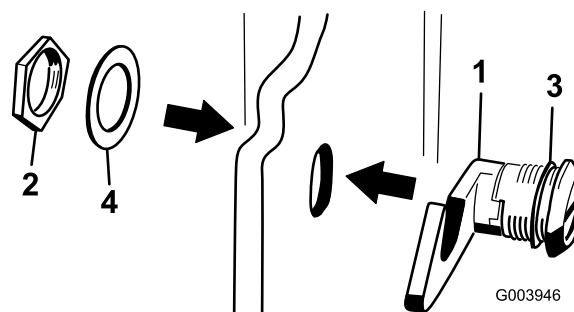

Figure 16
3. Retirez l'écrou du verrou du capot (Figure 16).
4. A l'extérieur du capot, insérez le côté crochu dans le trou du capot. La rondelle d'étanchéité en caoutchouc doit rester à l'extérieur du capot (Figure 16).